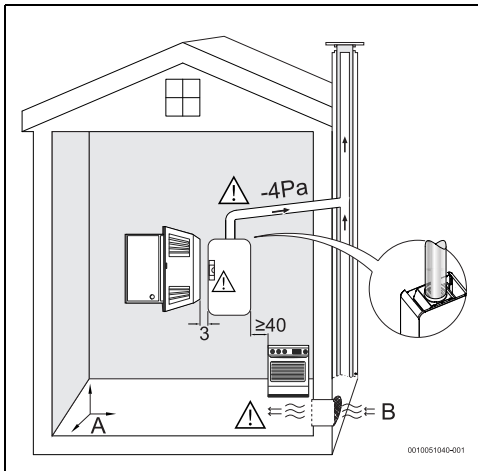

Fig. 11 Exigences minimales
- ▶ Respecter les distances minimales indiquées dans la fig. 11.
- ▶ Assurer l'accès libre pour les opérations de maintenance et respecter les exigences minimales indiquées dans la figure 11.